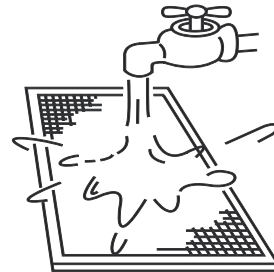

Figura 13.4
- b. La sección de entrada de aire debe estar hacia abajo cuando se utiliza agua limpia. (Consulte la Figura 13.4)